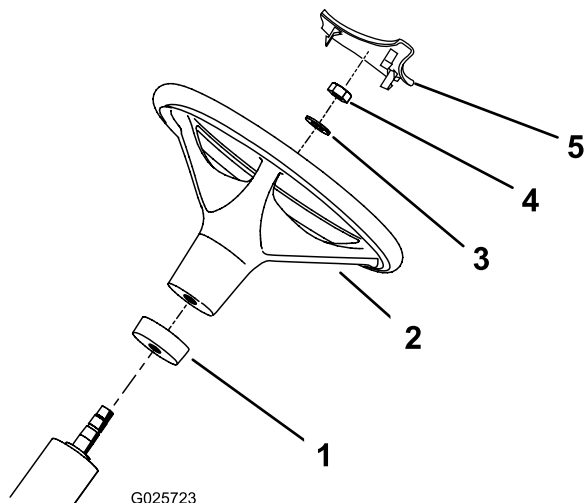

図 3
2. ウレタン製カラーを、径の小さい方からステアリングシャフトにはめ込む 図 3。
3. ハンドルをステアリング シャフトにはめ込む (図 3)。
4. ハンドルをステアリングシャフトにはめ込み、ワッシャとロックナットで固定する 図 3。
6. ステアリングハンドル用のカバーをハンドルの所定位置に押し込むようにして取り付ける 図 3。